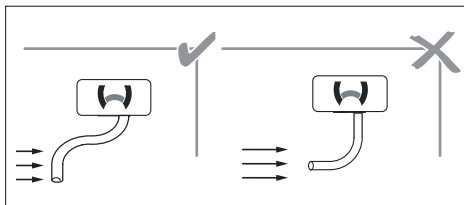

Рис. 20: Направление выхода отработанных газов
- ✓ Отработанные газы не должны выходить по направлению движения. См. Рис. 20.